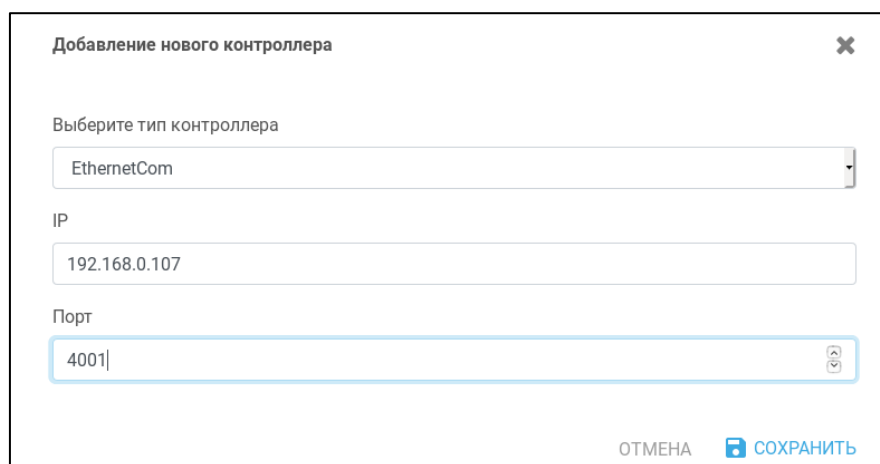

Рисунок 5 – Параметры добавления MD1-CV-RSxxxA к платформе Eltex SC
- 8 В открывшемся окне выберите параметры, которые планируете отслеживать на платформе (см. рисунок 5). Для сохранения нажмите кнопку «Сохранить» и закройте окно.